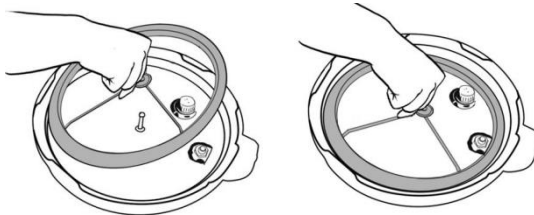

Figure 1-2
Dopo di che inserire l'anello in forma di lettera Y e l'anello di tenuta in gomma (18) di nuovo nel coperchio (2) e assicurarsi che il foro nel centro del foro dell'anello in forma di lettera Y corrisponde al grano di metallo nel centro del coperchio (2). Spingere bene in giù finché l'anello in forma di Y non è bloccato sul coperchio (2) (Figure 1-2).